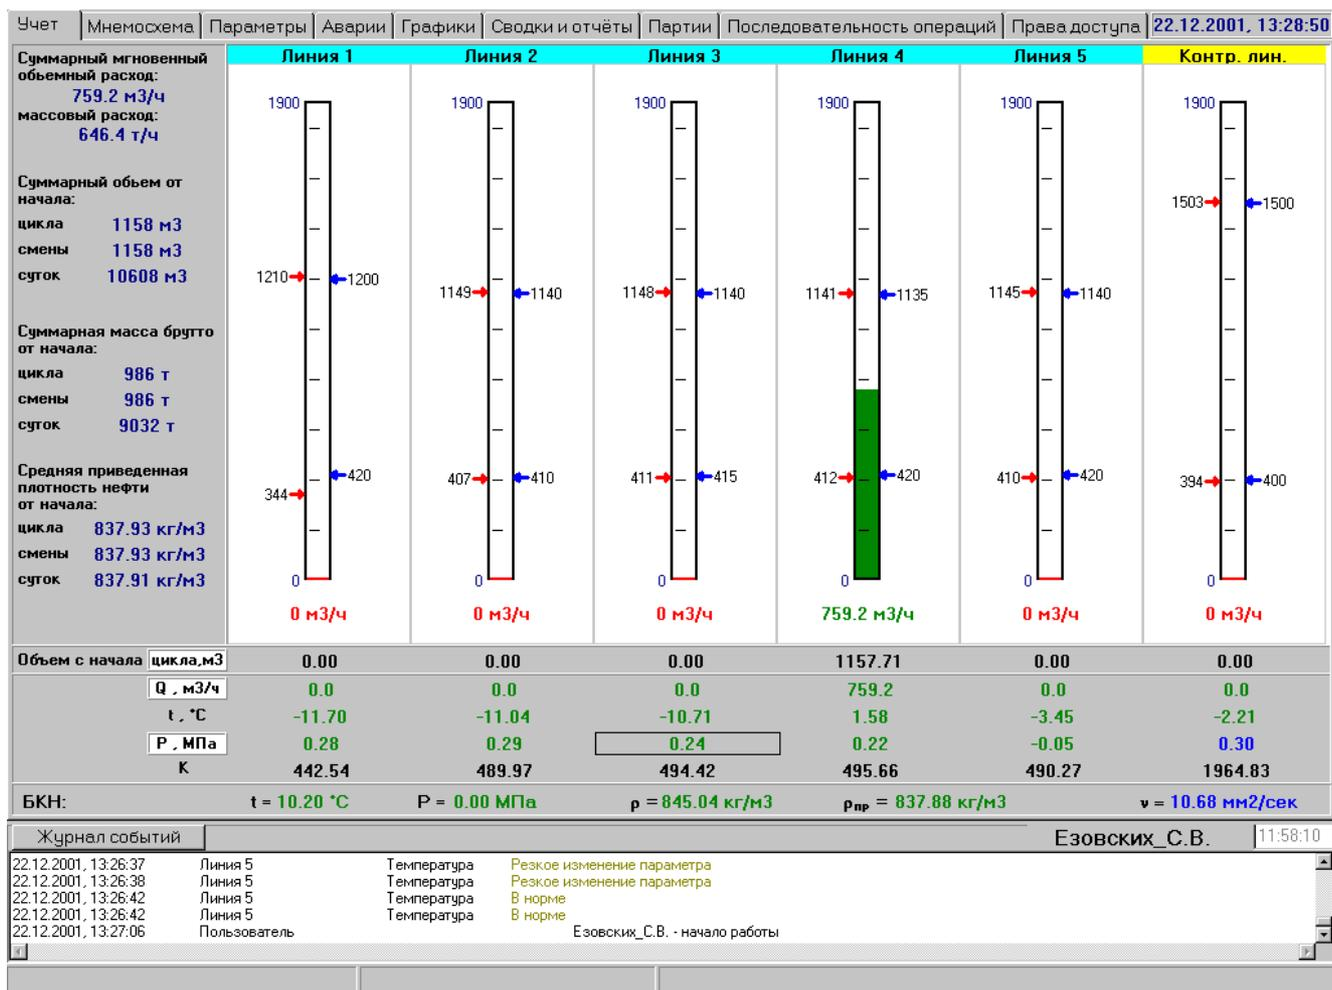

Рис. 3
3.2.1.1 Экран (Рис. 3) отображает: